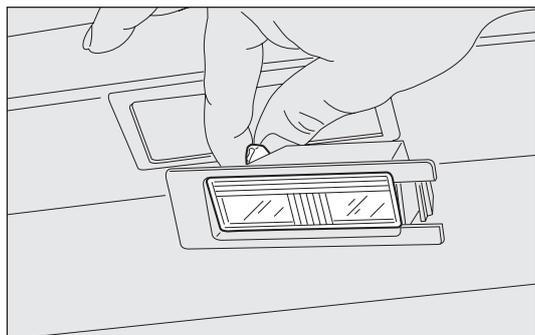

fig. 174
- remplacer l'ampoule fig. 174 en la dégageant des contacts latéraux et en s'assurant que la nouvelle ampoule soit correctement bloquée entre les contacts même ;